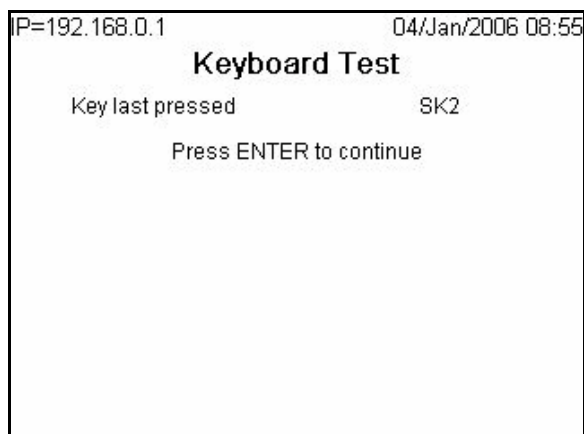

Figura 3-16: Schermata della prova della memoria
- Keyboard Test (Prova della tastiera) (Figura 3-16): consente di verificare la tastiera. Ogni tasto premuto viene visualizzato sul display. Una volta terminata l'immissione, premere il soffkey ESCI ↵ per tornare alla struttura del menu.